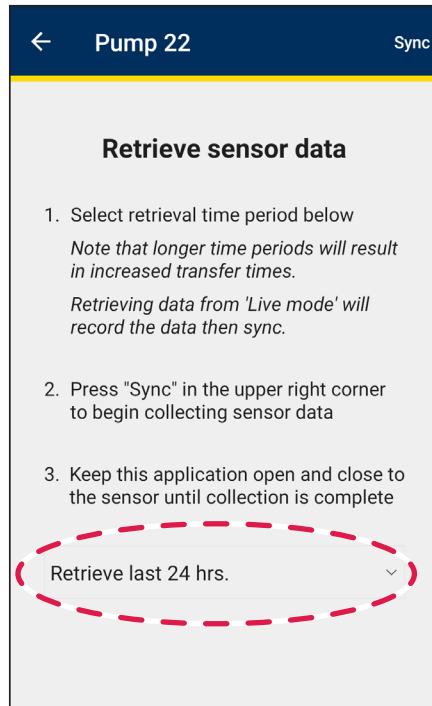

Abbildung 12
3. Wählen Sie die Zeitdauer für den **Datenabruf** aus dem Dropdown-Menü aus (siehe Abbildung 12). Längere Synchronisierungsdauern bedeuten längere Datenübertragungszeiten